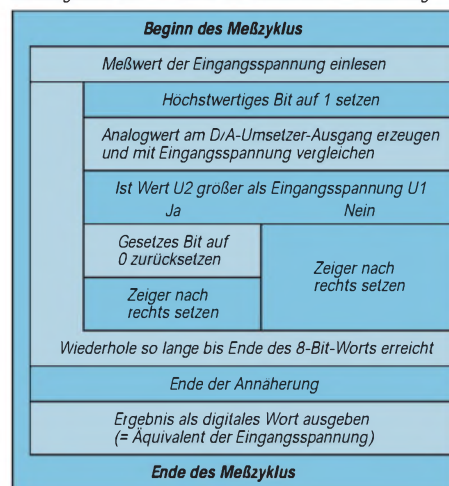

Bild 5: Struktogramm für den Ablauf eines Meß- bzw. Umsetz-Zyklus beim Verfahren der sukzessiven Approximation
Bild 5: Anwendungsschaltung für den LM 4860 ohne Auskoppelkondensator mit 26 dB Verstärkung. Die Dimensionierung von C_B ist konstruktionsbedingt; Richtwert 100 nF.
Wie das im einzelnen abläuft, erklärt das Struktogramm im Bild 5: Zunächst wird der Spannungswert von U_1 eingelesen und im nächsten Schritt das MSB im Datenwort auf 1 gesetzt, der zugehörige Wert U_2 mit dem D/A-Umsetzer erzeugt und am Vergleich ermittelt, ob U_2 größer ist als U_1 . Lautet die Antwort „Ja“, nimmt die Logik den Wert vom MSB auf 0 zurück, setzt einen Zeiger auf das nächste Bit und wiederholt den Vorgang.
■ Taste ET-TEXT (Bild 5)